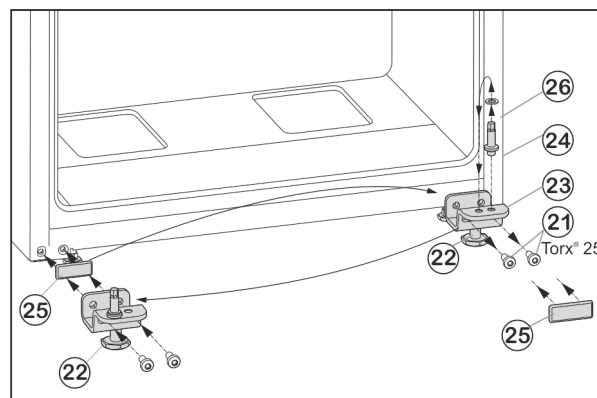

Fig. 7
- ▶ Upevňovací šrouby Fig. 7 (21) odšroubujte.
- ▶ Vyměňte spodní stojan ložiska Fig. 7 (23) i s ložiskovým čepem Fig. 7 (24), podložkou Fig. 7 (26) a seřizovací nožkou Fig. 7 (22).
- ▶ Ložiskový čep Fig. 7 (24) kompletně odšroubujte i s podložkou Fig. 7 (26), přemístěte do protilehlého upínacího otvoru stojanu ložiska a opět přišroubujte.
- ▶ Krycí desku Fig. 7 (25) opatrně sejměte a přemístěte ji na protější stranu.
- ▶ Spodní stojan ložiska *Fig. 7 (23)* opět kompletně, i s ložiskovým čepem *Fig. 7 (24)*, podložkou *Fig. 7 (26)* a seřizovací nožkou *Fig. 7 (22)*, případně s pomocí akumulátorového šroubováku **silou (4 Nm)** našroubujte na nové straně závěsu dveří.
- ▶ Spodní dveře nasadíte shora na ložiskový čep *Fig. 7 (24)*.
- ▶ Seřizovací nožku *Fig. 7 (22)* na spodním stojanu ložiska *Fig. 7 (23)* vytáchejte, až dosedne na zem.